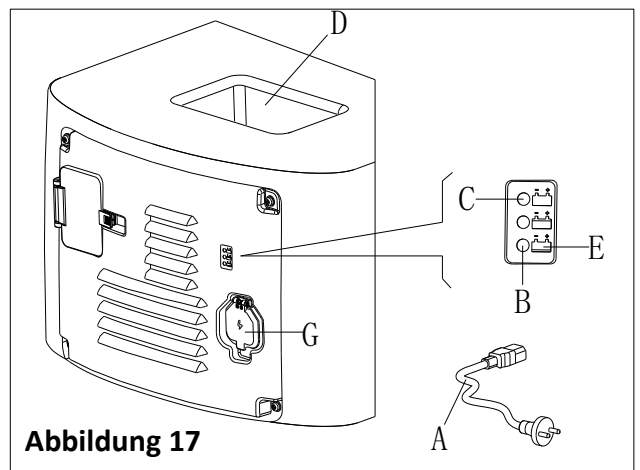

Abbildung 17
6. Verbinden Sie das Batterieladekabel (A, Abbildung 17) mit dem Stromnetz (G), und danach sind alle Maschinenfunktionen mit Ausnahme des Aufladens automatisch unterbrochen. Das normalerweise aufleuchtende rote LED (B) zeigt, dass die Maschine im Aufladeprozess ist.
7. Die Batterien sind voll aufgeladen, wenn das grüne LED (C) aufleuchtet.
8. Nach dem vollen Aufladen trennen Sie das Batterieladekabel vom Stromnetz und bewahren Sie es im Ablagefach (D) auf.
Für weitere Informationen zum eingebauten Ladegerät (E, Abbildung 17), sehen Sie bitte das entsprechende Handbuch im Kundendienstcenter.